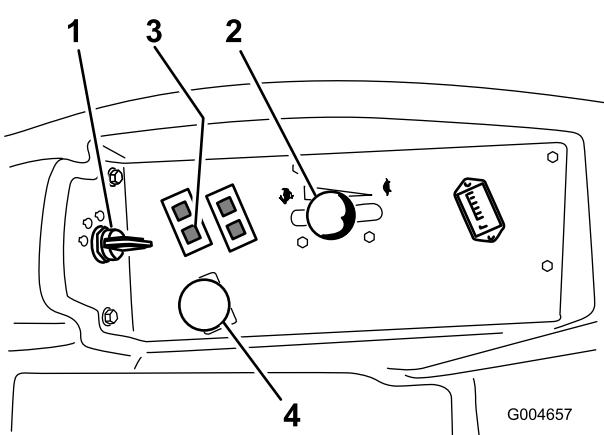

図 17
5. スロットル・レバーを Fast と Slow の中間にセットする (図 17)。